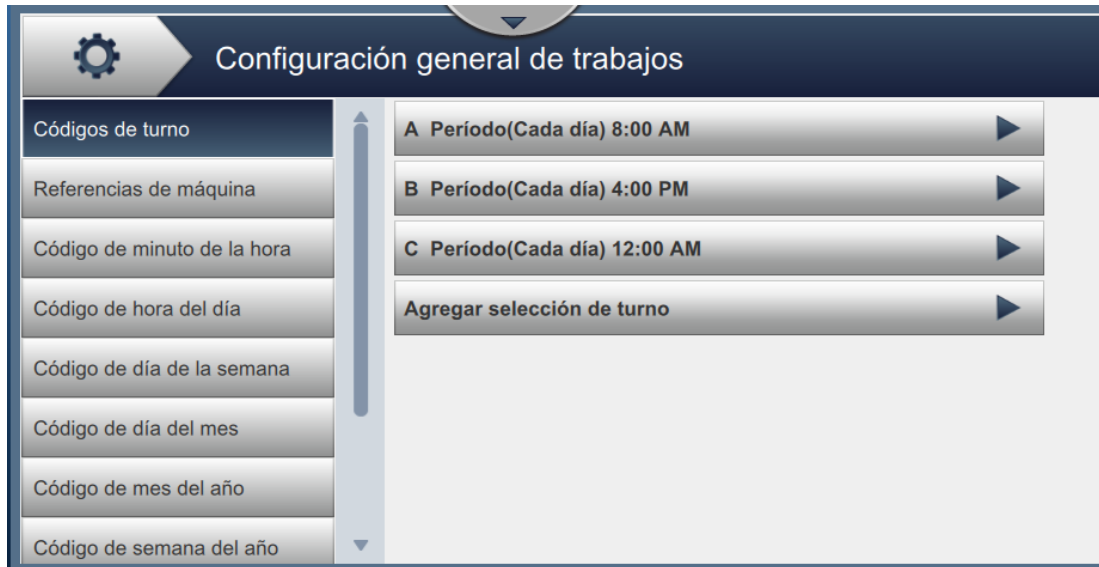

Figura 6-15: Configuración general de trabajos
1. Pulse el botón  de la pantalla Herramientas. Se abrirá la pantalla Configuración general de trabajos, como se muestra en la Figura 6-15.